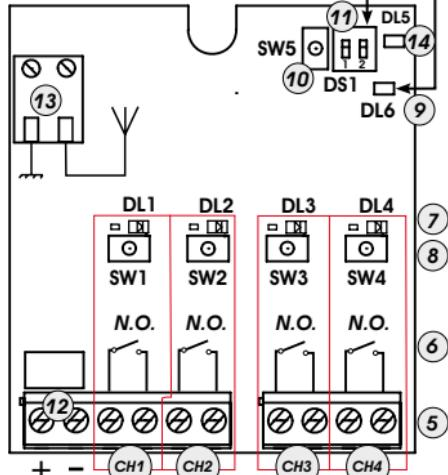

Fig.1
- 2) Premere, per 1 secondo, il pulsante sulla ricevente (Fig.1 rif. ⑧), corrispondente al canale a cui si vuole associare il radiocomando.
- 3) Il led corrispondente sulla ricevente (Fig.1 rif. ⑦), inizia a lampeggiare lentamente per 5 sec.
- 5) Il led (Fig.1 rif. ⑦) sulla ricevente si accenderà fisso per 1 secondo per poi spegnersi, indicando l'avvenuta memorizzazione.
- 4) Premere, per 1 secondo, il pulsante sulla ricevente (Fig.1 rif. ⑧) corrispondente al canale a cui si vuole associare il radiocomando.
- 5) Il led corrispondente sulla ricevente (Fig.1 rif. ⑦), inizia a lampeggiare lentamente per 5 sec.